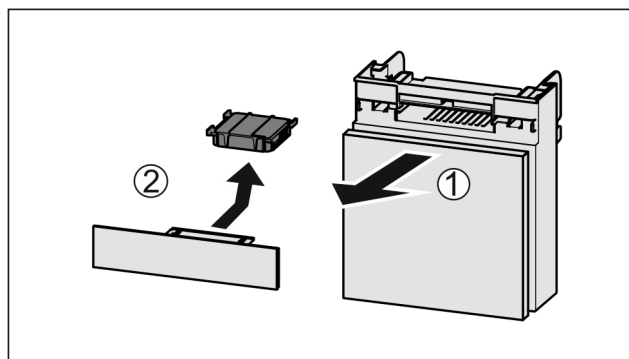

Fig. 140
- ▶ Вытянуть Fig. 140 (1) отделение движением вперед.
- ▶ Извлечение Fig. 140 (2) фильтра с активированным углем.